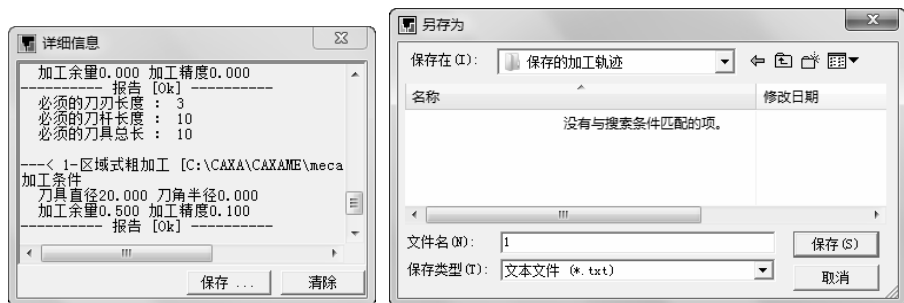

图 2-30 保存结果
5) 仿真检查无误后, 可以保存加工轨迹。当仿真加工结束后, 系统会自动弹出“详细信息”对话框, 单击“保存”按钮, 即可保存粗加工和精加工轨迹, 如图 2-30 所示。